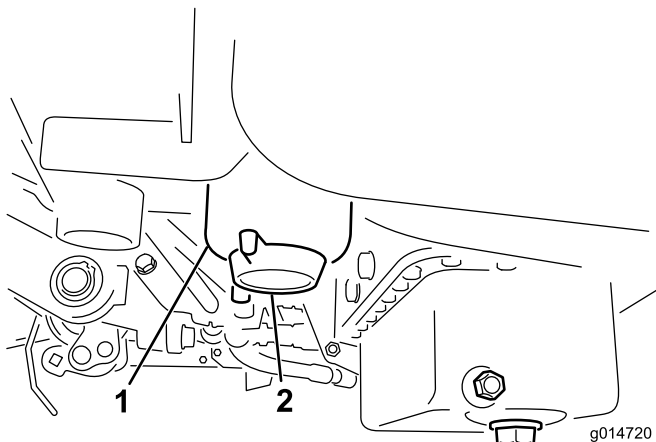

Figura 30
- Abra el tapón de vaciado del filtro de combustible aproximadamente una vuelta y drene cualquier agua acumulada (Figura 30). Apriete el tapón después del vaciado.